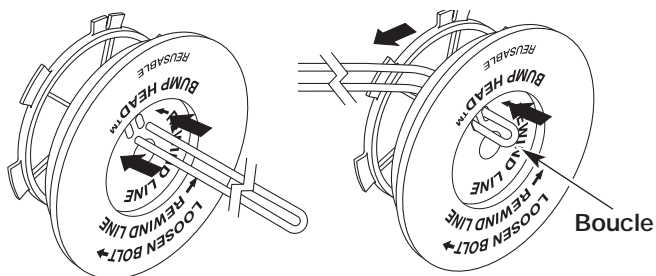

Fig. 28
- Découpez environ 12,2 m (40 pi) de fil neuf et faites-en deux boucles de longueurs égales. Insérez chaque extrémité de fil dans l'un des deux trous du moulinet (Fig. 28). Tirez le fil à travers le moulinet pour que la boucle soit le plus petit possible.